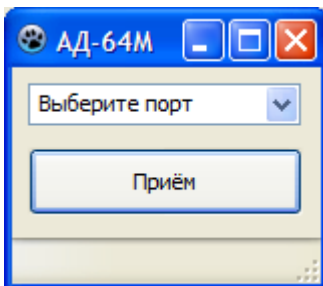

Рис. 6.9 Экран программы gx.exe
6.5.2 Для передачи данных с информацией о спектре сигнала и порогах необходимо запустить на персональном компьютере программу приёма данных (gx.exe), поставляемую на компакт-диске, (рис. 6.9). Выбрать в выпадающем списке номер порта, который назначила система модулю USB. Нажать кнопку «Приём» и выбрать папку, в которую будут сохранены данные.